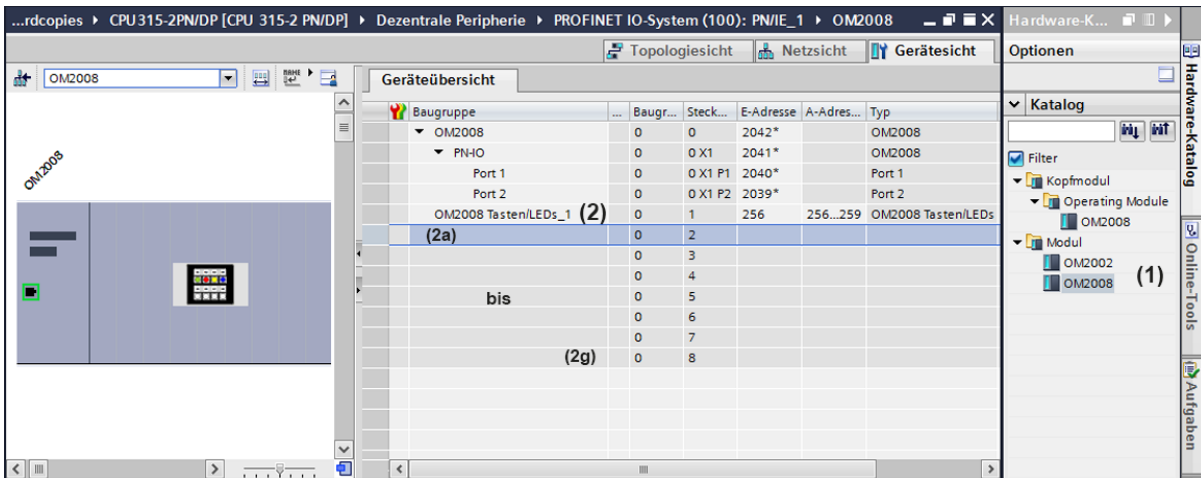

Abb. 6.3: Geräteübersicht Anbindung Head-Modul
Die Geräteübersicht (Abb.6.3) erscheint.
Das aus dem Hardware-Katalog (1) ausgewählte Bedienmodul (in Abb. 6.3 handelt es sich um ein Head-Modul) wird im Bereich (2) angezeigt.